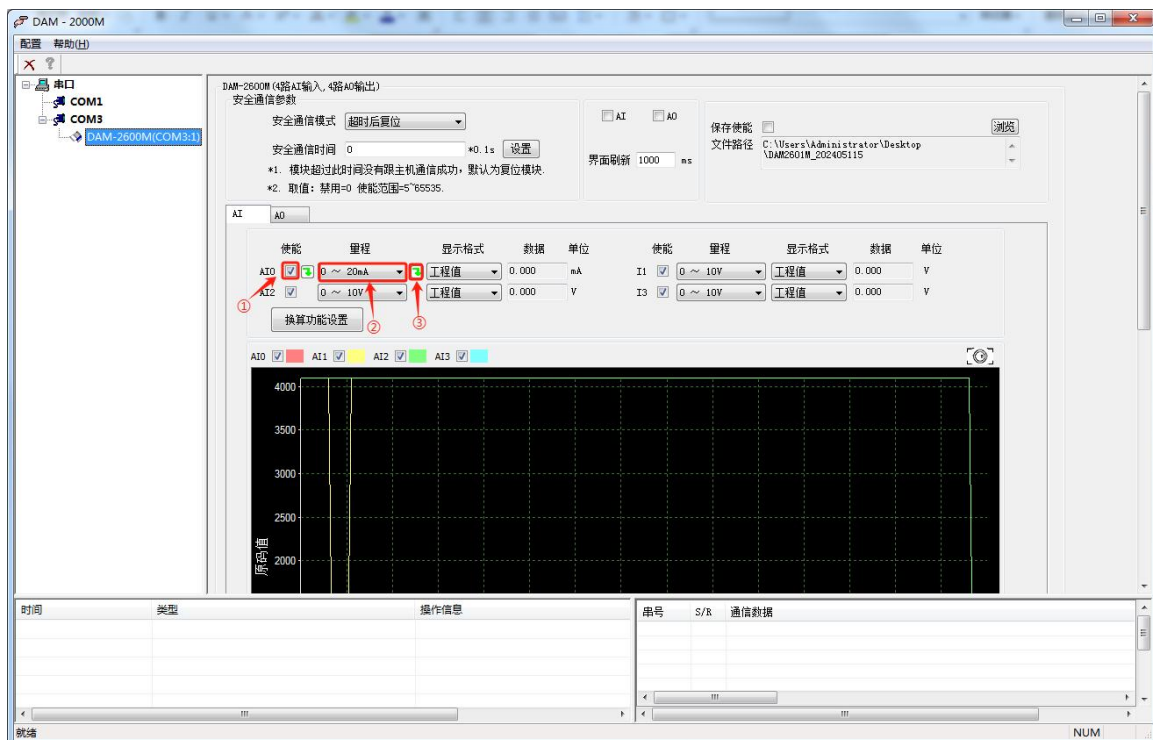

图 14
点击图 14-①可设置当前通道的采集使能，图 14-②选择当前 AI 采集量程，图 14-③可将通道 0 的量程应用到所有通道。